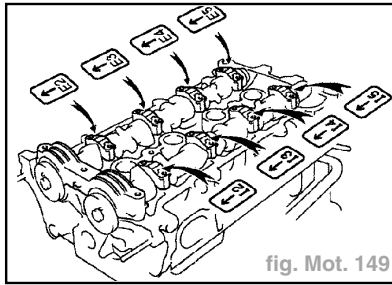

fig. Mot. 149
- Reposer les chapeaux de palier à leur place correcte (fig. Mot. 149).